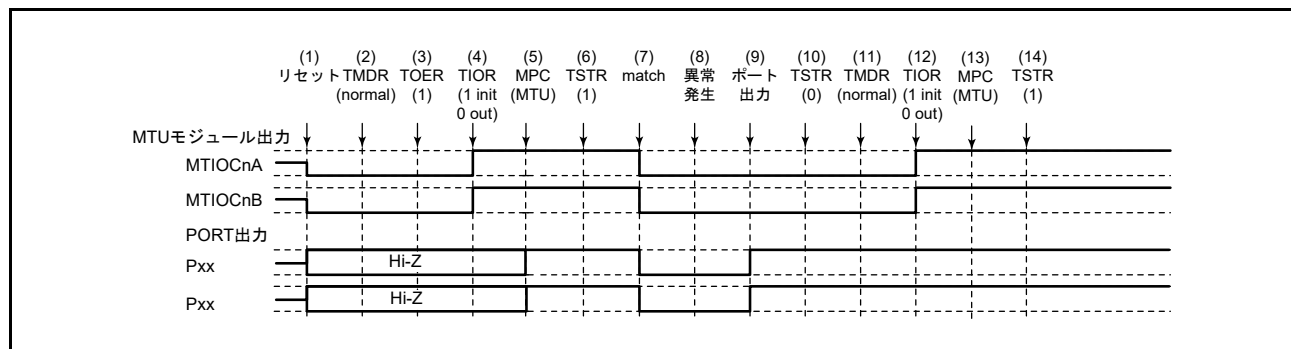

図 19.143 ノーマルモードで異常が発生し、ノーマルモードで復帰する場合
ノーマルモードで異常が発生し、再設定後ノーマルモードで再スタートする場合の説明図を図 19.143 に示します。
(1) ～ (10) は図 19.143 と共通です。
(11) PWM モード 1 を設定します。
(12) TIOR レジスタで端子を初期化してください (PWM モード 1 では MTIOChB (MTIOChD) 端子に波形が出力されません。出力すべきレベルがある場合は、I/O ポートのポート方向レジスタ (PDR)、ポート出力データレジスタ (PODR) で汎用出力ポートの設定をしてください。
(13) MPC と I/O ポートのポートモードレジスタ (PMR) で MTU 出力としてください。
(14) TSTR レジスタで再スタートします。
(11) PWM モード2を設定します。
(12) TIOR レジスタで端子を初期化してください (PWM モード2では周期レジスタに使用した TGR レジスタに対応する端子に波形が出力されません。出力すべきレベルがある場合は、I/O ポートのポート方向レジスタ (PDR)、ポート出力データレジスタ (PODR) で汎用出力ポートの設定をしてください)。
(11) 位相計数モードを設定します。
(12) TIOR レジスタで端子を初期化してください。
(14) TSTRA レジスタで再スタートします。
- (11) TIOR レジスタでノーマルモードの波形生成部を初期化してください。
- (12) TIOR レジスタでノーマルモードの波形生成部の動作を禁止してください。
- (13) TOERA レジスタで MTU3、MTU4 の出力を禁止してください。
- (14) TOCR1A、TOCR2A レジスタで相補 PWM の出力レベルと周期出力の許可 / 禁止を選択してください。
- (15) 相補 PWM を設定します。
- (16) TOERA レジスタで MTU3、MTU4 の出力を許可してください。
- (17) MPC と I/O ポートのポートモードレジスタ (PMR) で MTU 出力としてください。
- (18) TSTR レジスタで再スタートします。